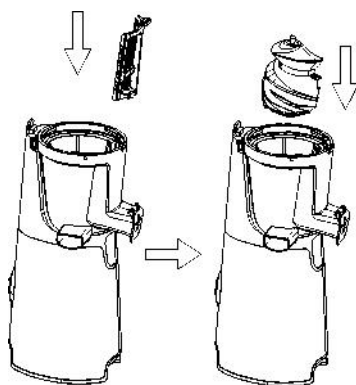

Abb. 3
2. Dann Sieb auf der Grundlage Ihrer Nachfrage wählen und es dann in das Gefäß legen. Es gibt drei Siebe, einschließlich Saftsieb, Stausieb und gefrorenes Tellersieb für Ihre Auswahl. Danach Schleifkopf in das Gefäß stecken und um sicherzustellen, dass der Schleifkopf gut in die Achse der Motoreinheit abgedeckt ist (siehe Abb. 3). **HINWEIS:** Die drei Siebe, einschließlich Saftsieb, Stausieb und gefrorenes Tellersieb, können beim Betrieb nicht miteinander ausgetauscht werden. Saftsieb wird für die Extraktion von Saft verwendet, Stausieb wird für die Herstellung von Ketchup nur verwendet, während gefrorenes Tellersieb für die Herstellung von gefrorenen Schüssel verwendet wird. das gewünschte Sieb nach Ihren Wünschen wählen.